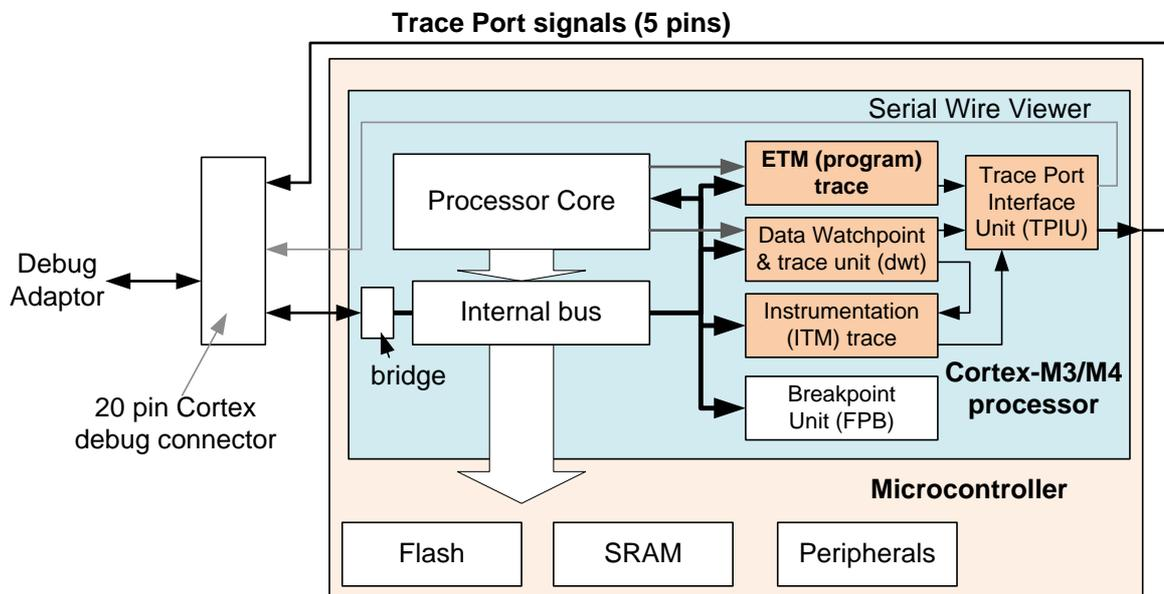

图 11: Trace port 支持指令跟踪和其他跟踪功能必要的带宽
- 跟踪端口（Trace port）– 多个数据线加上时钟信号线。比 SWV 有更高的跟踪带宽，可以支持 SWV 的所有跟踪类型加上指令跟踪。Cortex-M3/M4/M7 或者 Cortex-M33 的设备上，跟踪端口通常有 4 个数据线和 1 个时钟线。（图 11）